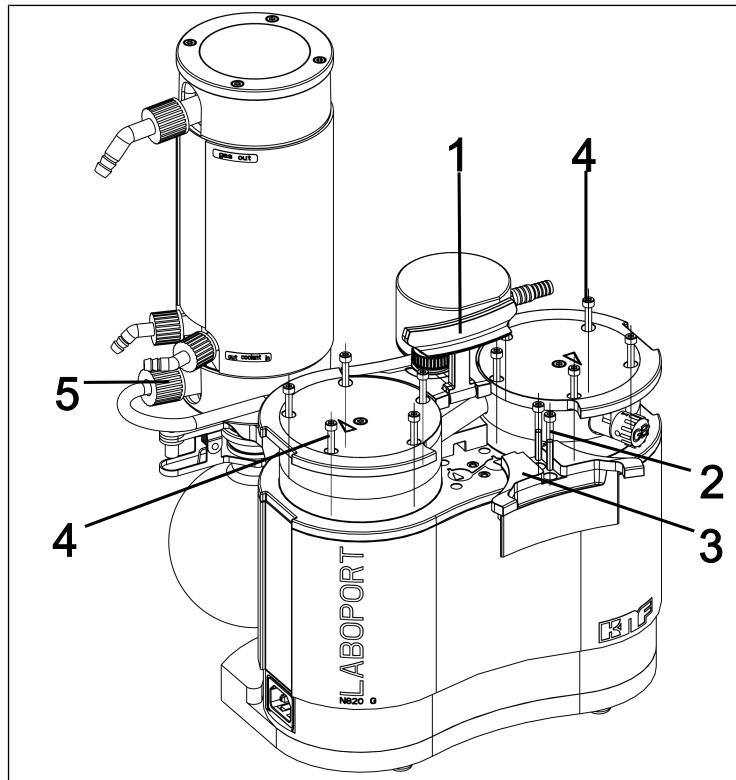

Abb. 12: Griffblende abmontieren
3. Lösen Sie die Überwurfmutter der Schlauchverbindung (**5**/Abb. 12) von der Vakuumsystemkomponente.
4. Stellen Sie den Griff (**1**/Abb. 12) in eine senkrechten Position.
5. Lösen Sie die beiden Schrauben (**2**/Abb. 12) der Griffblende (**3**/Abb. 12).
6. Entfernen Sie die Griffblende (**3**/Abb. 12).
7. Lösen Sie die 10 außenliegenden Kopfschrauben (**4**/Abb. 12) an beiden Pumpenköpfen.
8. Entnehmen Sie die 10 außenliegenden Kopfschrauben (**4**/Abb. 12) aus den beiden Pumpenköpfen.
1. Markieren Sie Druckplatte (2), Kopfdeckel (3) und Zwischenplatte (6) mit einem durchgehenden Bleistiftstrich. Dadurch wird verhindert, dass die Teile später falsch montiert werden.
2. Entnehmen Sie die außenliegenden Schrauben (4/Abb. 12) von den Pumpenköpfen.
9. Setzen Sie die 10 außenliegenden Schrauben (**4**/Abb. 12) in den Pumpenkopf ein und ziehen Sie diese über Kreuz an (Anzugsdrehmoment: SH/SR820G: 4 Nm; SR/SH840G: 5 Nm)
i Sollten die außenliegenden Schrauben (**4**/Abb. 12) sich nicht in den Pumpenkopf einsetzen lassen, lösen Sie die innenliegende Kopfschraube (**1**) und prüfen Sie den Sitz des Kopfdeckels (**3**) auf der Zwischenplatte (**6**).
11. Ziehen Sie die Überwurfmutter der Schlauchverbindung (5/Abb. 12) am Hochleistungskondensator (2/Abb. 3) handfest an.
1. Montieren Sie die Griffblende (3/Abb. 12).
2. Ziehen Sie die Schrauben (2/Abb. 12) der Griffblende (3/Abb. 12) an (Anziehmoment: 2 Nm).